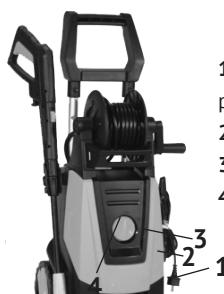

рис.4
- 7.1.3 Подключение шланга высокого давления к выходному штуцеру (рис.4):
- вставить фильтр (рис.4 поз.3) в выходной штуцер (рис.4 поз.2);
- закрепить разъём шланга (рис.4 поз.1) на выходной штуцер (рис.4 поз.2);
- зафиксировать шланг кнопкой фиксатора (рис.4 поз.4).